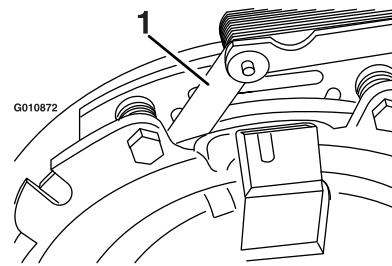
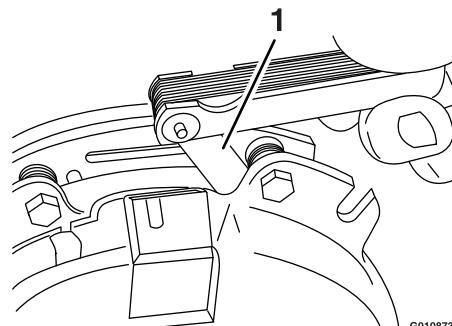

Figura 91
Figura 92
- E. Utilizando um apalpa-folgas com 0,25 mm de espessura, verifique se existe uma folga entre o disco e a armadura em ambos os lados do polo do travão, como se mostra na Figura 91 e na Figura 92.